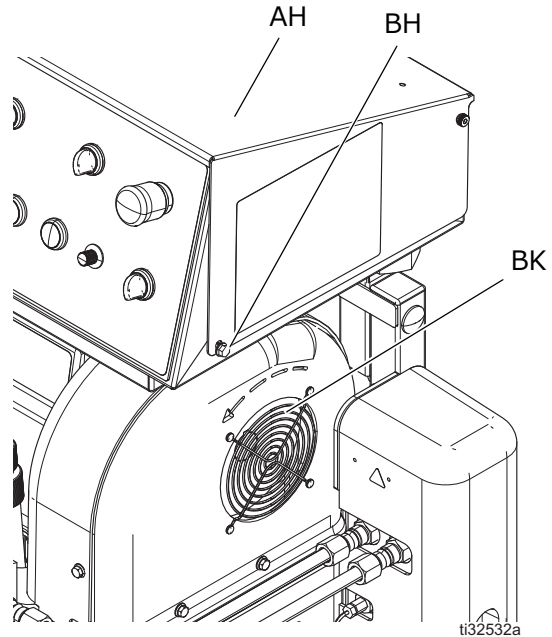

図 7: 電動モーターの回転
- 電動モーターファン (BK) の回転が適正か確認します。
- 主電源断路 (CE) を ON にします。
- 制御電源スイッチ (CH) を START にします。ポンプ制御スイッチ (CL) がニュートラルであることを確認します。
- モーター電源スイッチ (CN) を短時間オンにします。電動モーターファン (BK) の回転方向を観察します。図 7 を参照してください。
- モーター電源スイッチ (CN) をすぐに OFF にします。
- 制御電源スイッチ (CH) を STOP にします。
- 主電源断路 (CE) を OFF にします。